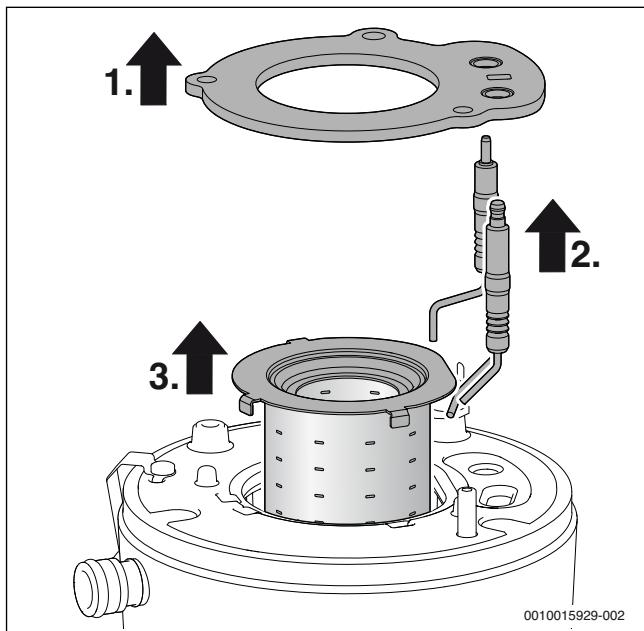

Fig. 44 Scoaterea arzătorului
- ▶ De fiecare dată când deschideți arzătorul, înlăturați garnitura arzătorului (→ fig. 44, poz. [1]) și toate garniturile de etanșare deteriorate ca urmare a acestei măsuri. (Durata de viață maximă a garniturii arzătorului: 7,5 ani)